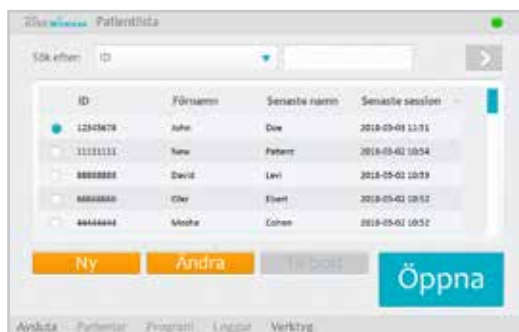

Bild 8-13: Fönstret Patientlista
1. Välj en patientpost i patientlistan och tryck på Öppna eller tryck på Ny för att skapa en ny patientpost. Se bild 8-13.